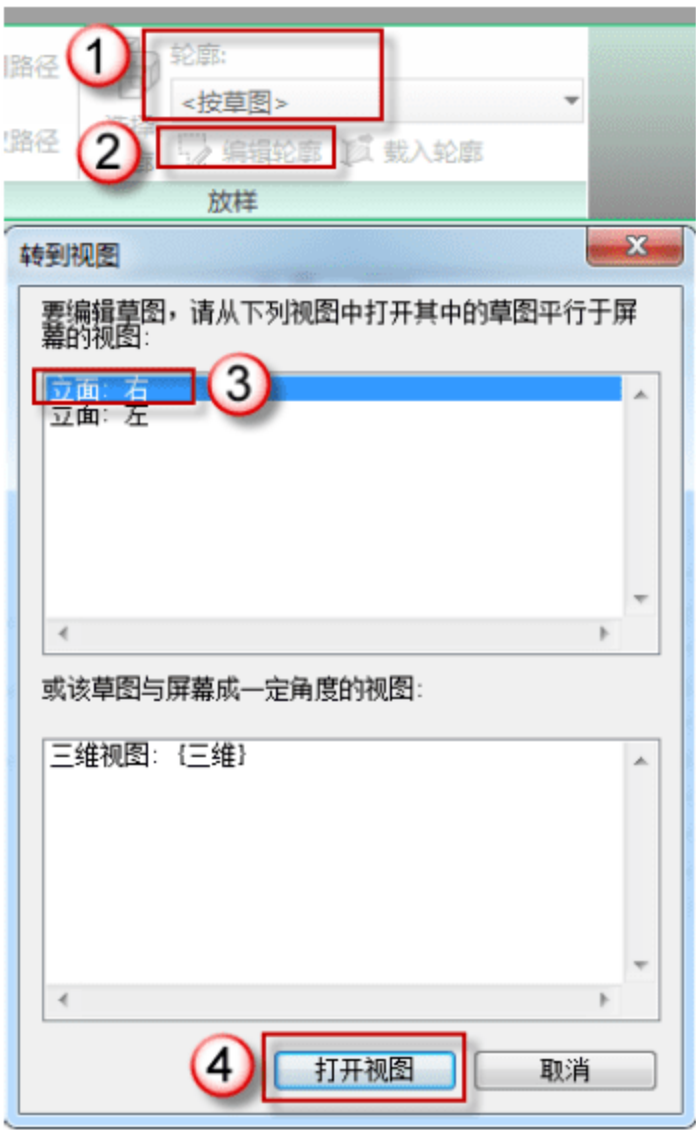
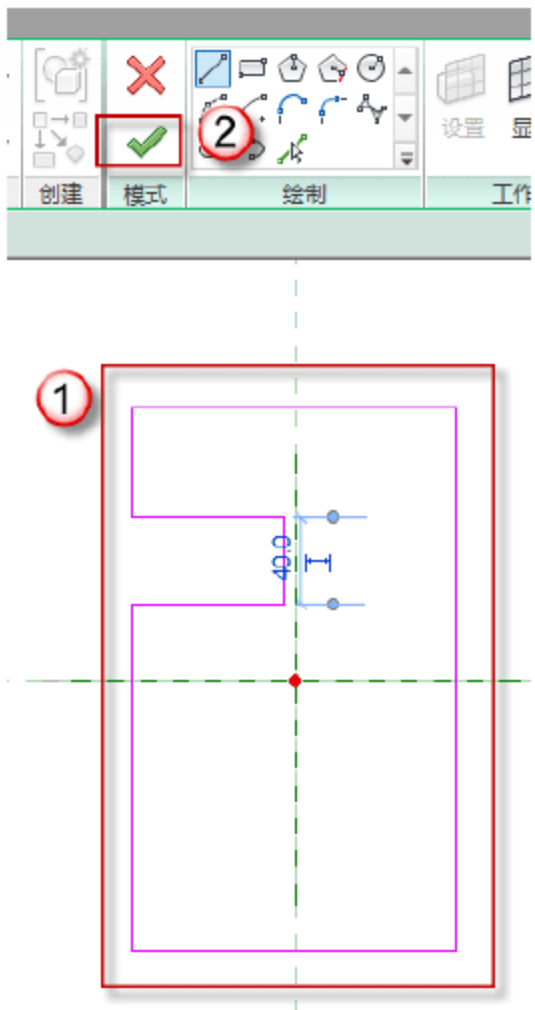

图 12.1.10 打开视图
图 12.1.11 绘制轮廓
(9) 绘制天窗基座的轮廓。在轮廓中选择“按草图”，单击“编辑轮廓”按钮，进入“转到视图”对话框，选择“立面：右”，单击“打开视图”按钮，如图 12.1.10 所示。然后绘制轮廓，在上下文关联选项板中单击 ✓ 按钮，如图 12.1.11 所示。